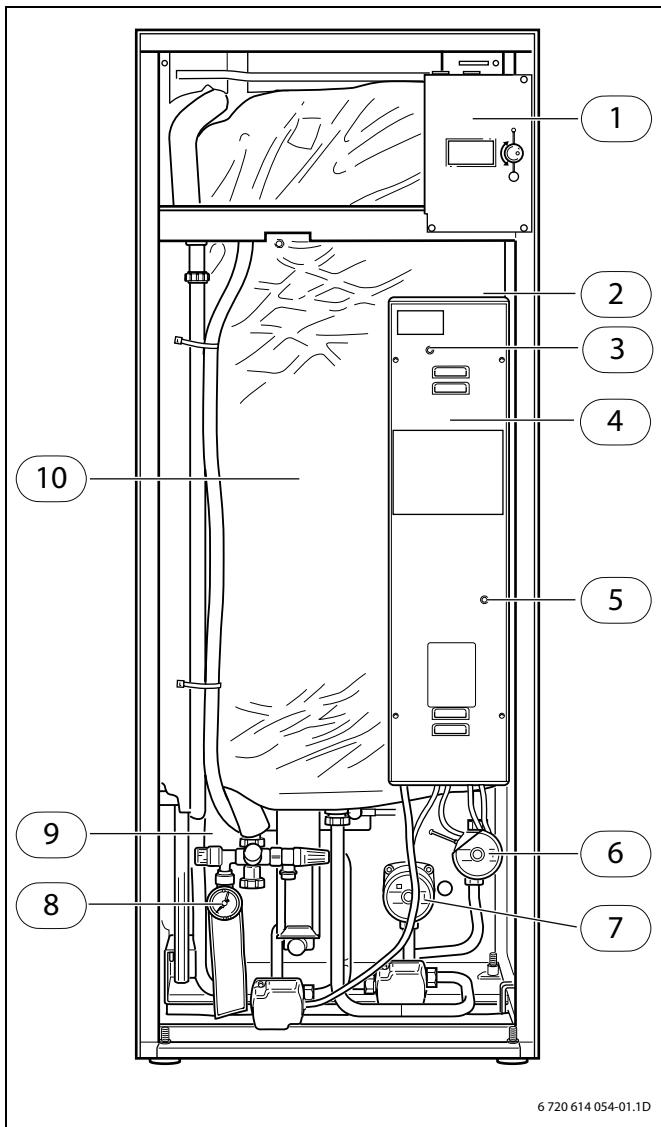

Bild 1 Elpanna med borttagen frontplåt
I varmvattenberedarens topp, under isoleringen, sitter en underhållsfri elanod. Dess uppgift är att förhindra korrosion. Varmvattenberedaren måste vara fyllt med vatten för att skyddsanoden ska fungera. På ellådan finns en diodlampa (→ Bild 1, [3], Sida 5) som visar grönt eller rött sken.
- ▶ Återställ överhetningsskyddet genom att trycka in knappen 5 (→ Bild 1, Sida 5) hårt.
På ellådans ovansida i elpannan finns en omkopplare (→ Bild 1, [2], Sida 5) som lyser grönt vid normaldrift. Om det uppstår fel i reglercentralen och värmeproduktionen upphör aktiveras nöddriften automatiskt, omkopplaren fortsätter då att lysa. Nöddriften kan också aktiveras manuellt. Detta görs med omkopplaren som då släcks.